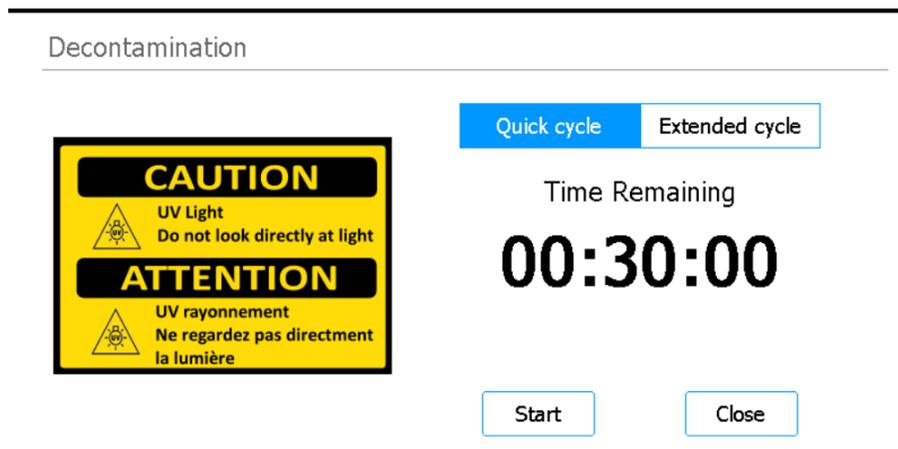

Figura 24 Pantalla Decontamination con Quick cycle seleccionado
- 3 En la parte superior de la pantalla, seleccione **Quick cycle**, como se muestra en la **Figura 24**